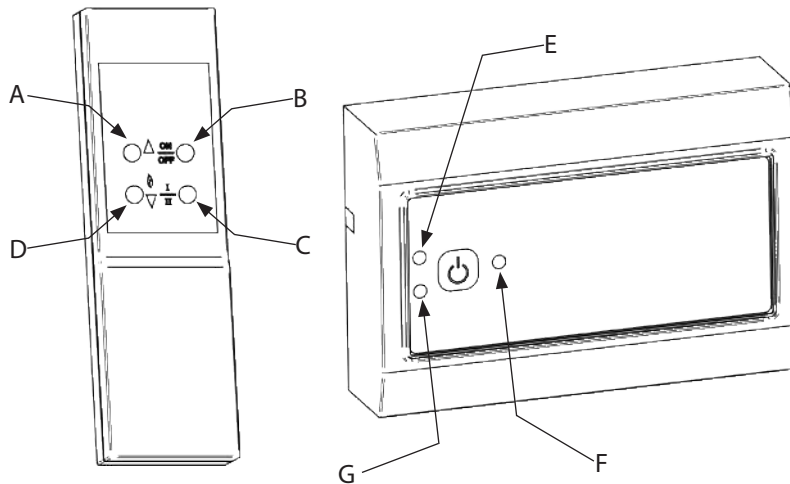

Fig.12
- Tryck på PÅ/AV-knappen (fig. 12-B) och brännar-knappen (fig. 12-D) i minst en sekund för att tända lågan.
- Funktionslysdioden (fig. 12-E) kommer att blinka GRÖN tills skorstensdraget är korrekt. Om lysdioden blinkar GULT måste spjället öppnas och lågan kommer att tändas.
- Om denna funktion är installerad, kan man välja stor/liten låga med knappen STOR/LITEN (fig. 12-C). Funktionslysdioden kommer att blinka en gång för LITEN låga och två gånger för STOR låga.
- För att släcka trycker man en gång till på PÅ/AV-knappen (fig. 12-B).
- Ventilationen kan aktiveras genom att man trycker på PÅ/AV-knappen på fjärrkontrollen (fig. 12-B) i fem sekunder. Funktionslysdioden lyser GUL när ventilationen är på.
- Tryck på PÅ/AV-knappen (fig.12-F).
- Funktionslysdioden (fig. 12-E) kommer att blinka GRÖN tills korrekt skorstensdrag har bekräftats. Om lysdioden blinkar GULT måste spjället öppnas. Då blir funktionslysdioden GRÖN och eldstaden kan tändas.
Funktionslysdiode Fig. 12-E
Larmlysdiod (Fig. 12-G)
Om larmlysdioden (fig. 12-G) tänds under drift trycker man två gånger på PÅ/AV-knappen för att stoppa rökgasfläkten och återstarta styrningen. Om larmlysdioden fortfarande lyser efter återställning, se avsnittet "Felsökning".
Tryck på PÅ/AV-knappen (fig. 12-F) under minst fyra sekunder för att öka rökgasfläktens hastighet. Om styrningen stängs av, återställs fläkthastigheten.